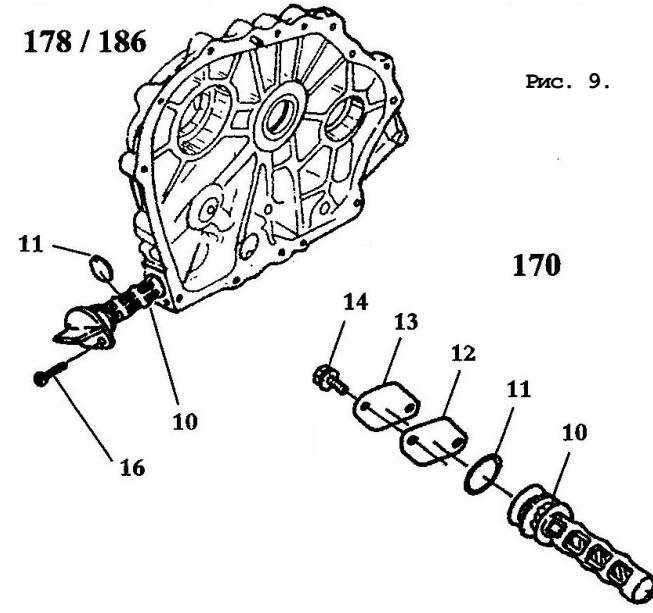

Рис. 9.
**9.5.2. Демонтировать масляный фильтр поз. 10 (рис. 9), стараясь не повредить уплотнительные кольца и прокладки. Удалить загрязнения с фильтров промыванием в легком растворителе (типа №646) и продувкой. Высушить фильтры и установить их на место. При обнаружении любых дефектов и повреждений фильтрующие элементы заменить новыми оригинальными (номера по каталогу поз. 10: 7009200 для двигателя 170 и 7809200 для двигателей 178, 186)**